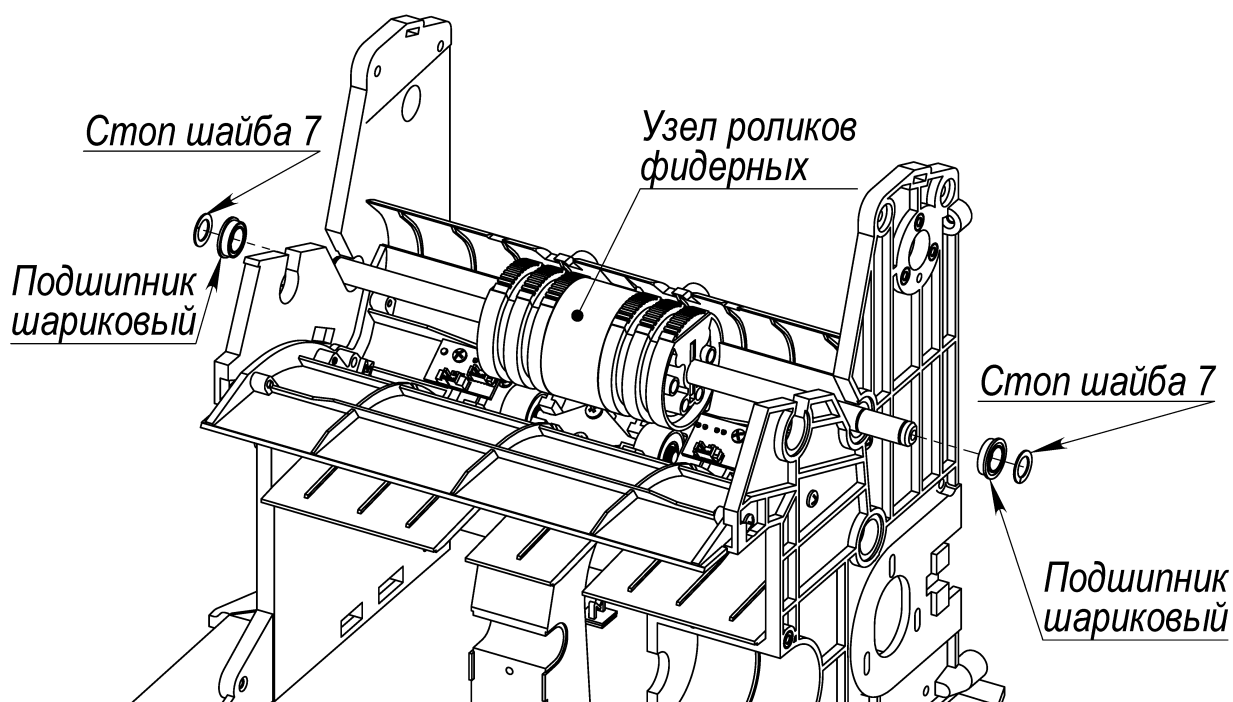

Рис. 71
8.20.1 Снять стоп шайбы 7 W0003 и подшипники шариковые MF128ZZ с вала узла роликов фидерных (Рис. 71).